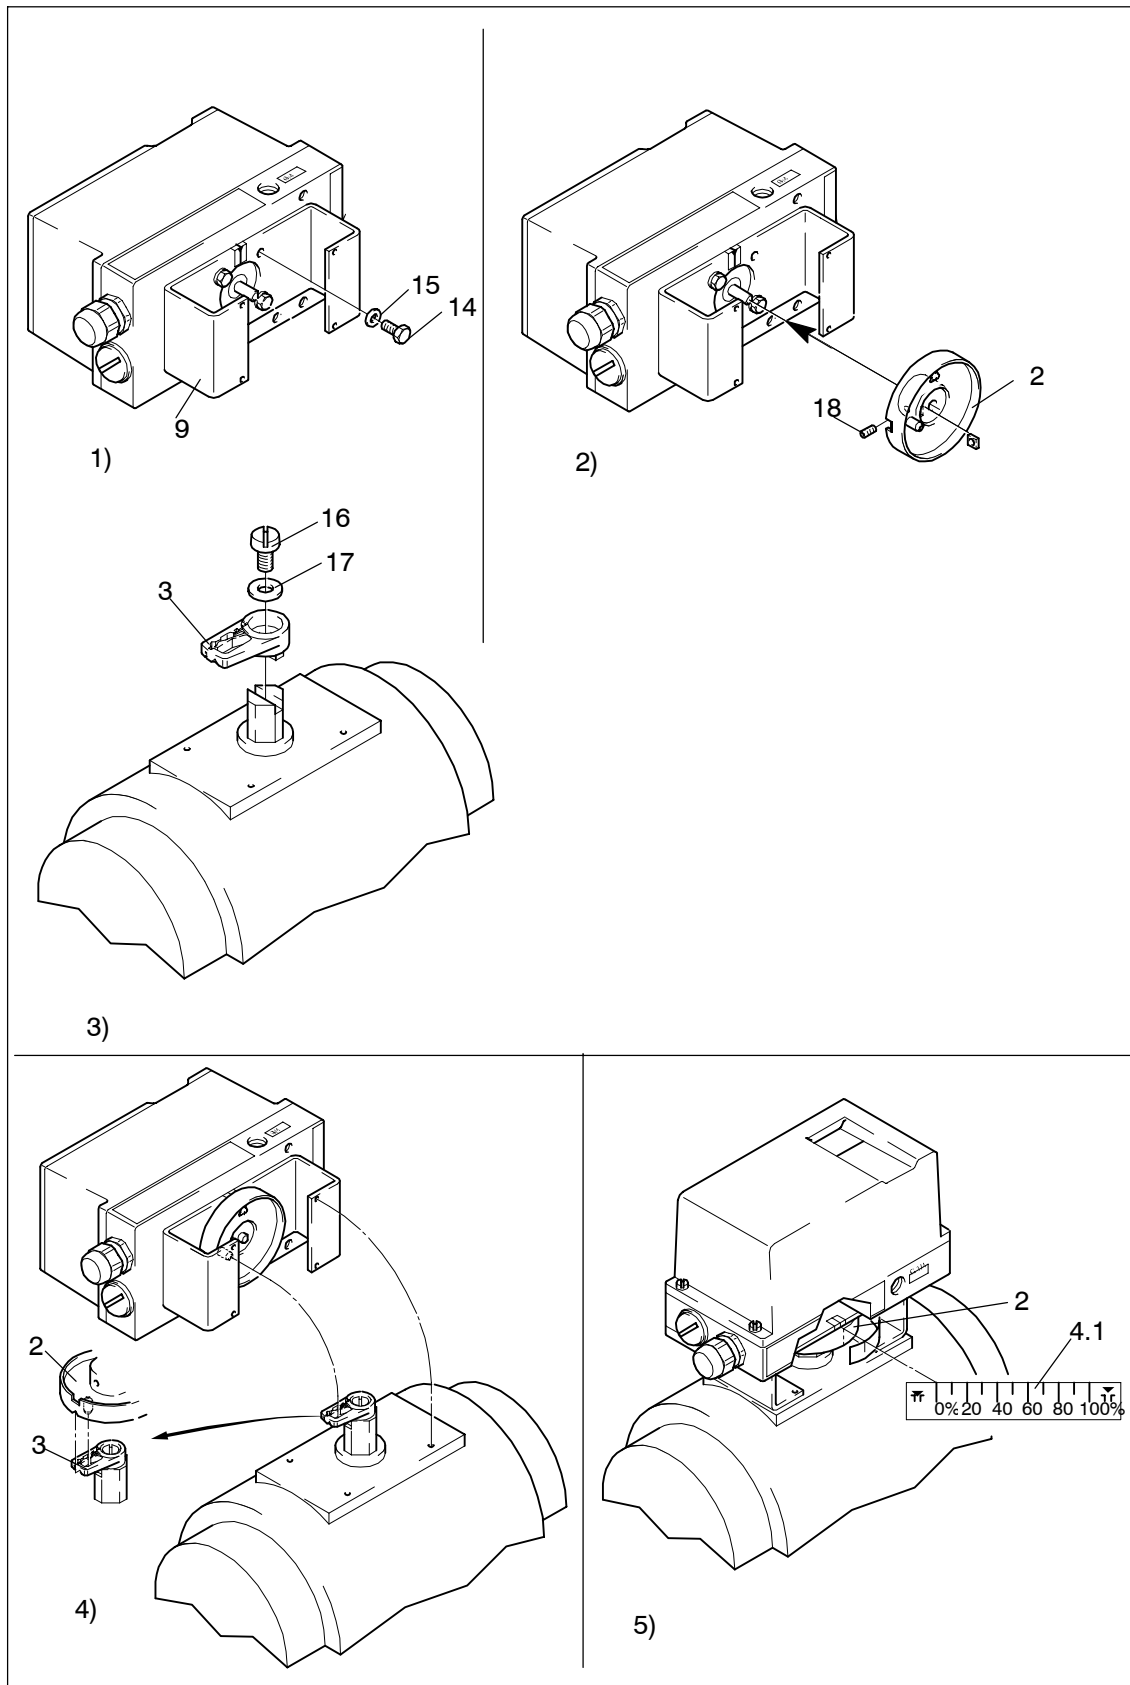

Bild 3-8 Montageablauf (Schwenkantrieb)
3.3.6 Montageablauf (siehe Bild 3-8 und Bild 3-9)